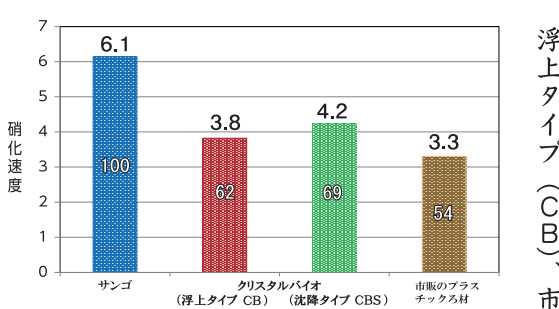

図3-1 アンモニア硝化速度の比較 (水温: 23.8 ~ 24.0°C)
連続間隙構造で非常に広い比表面積を持ったため、硝化作用のある好気性バクテリアが繁殖しやすく「ろ過材」として大きな硝化能力が期待できる(図3-1)。これにより、生物にとって猛毒となるアンモニアを亜硝酸に、更には無毒の硝酸へと変えることができる。また、クリスタルバイオは、①取り扱いが容易(軽い、洗浄しやすい)、②形状が変化しにくいので長期間使用できる、③比較的安価、④工業製品なので安定して入手できるといったメリットがある。飼育水槽を温度コントロール(加温・冷却)する場合や取水海域の赤潮発生時などに循環型飼育が必要な場合等には是非ともご活用ください。